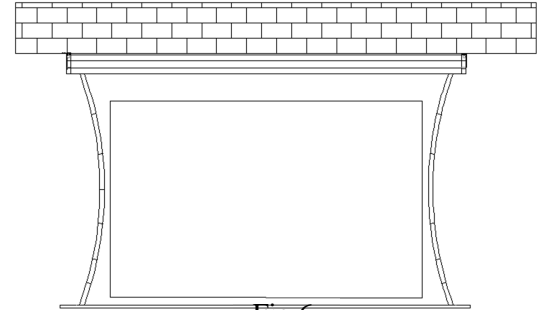

Fig.6
3. Überprüfen Sie mit einer Wasserwaage ob die Leinwand perfekt montiert ist(Fig. 6).